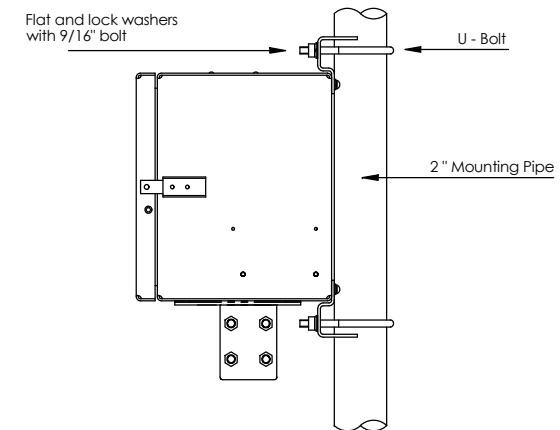

Figura 2 Montaje del tubo
5. Coloque la caja hermética en el tubo de montaje (mounting pipe) de 5.1 cm (2 pulgadas) y fíjelo en su lugar con dos pernos en U (U-bolts), dos arandelas planas (flat washers), dos arandelas de seguridad (lock washers) y dos pernos de 1.4 cm (9/16") (consulte la Figura 2).